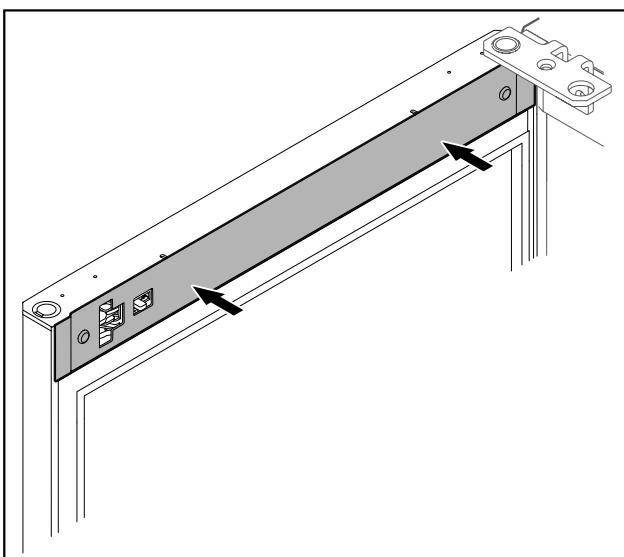

Fig. 52
- Futni nga anash kapakët mbulues të përparmë Fig. 52 (1) dhe mbërthejini.
- Mbërtheni nga lart kapakun mbulues të sipërm Fig. 52 (2).